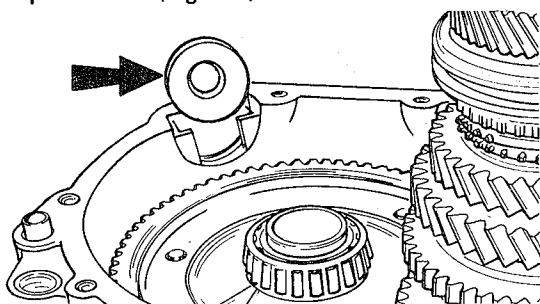

fig. 58
13. Remover o disco magnético da carcaça, cuidando para não deixá-lo cair, pois poderá quebrar-se (fig. 58)